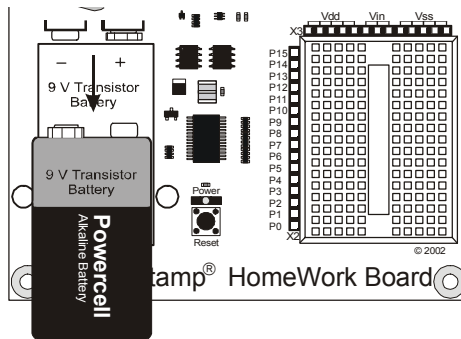

Figura 1-50
- √ Se state usando la scheda BASIC Stamp HomeWork, scollegare la pila come mostrato in Figura 1-50.